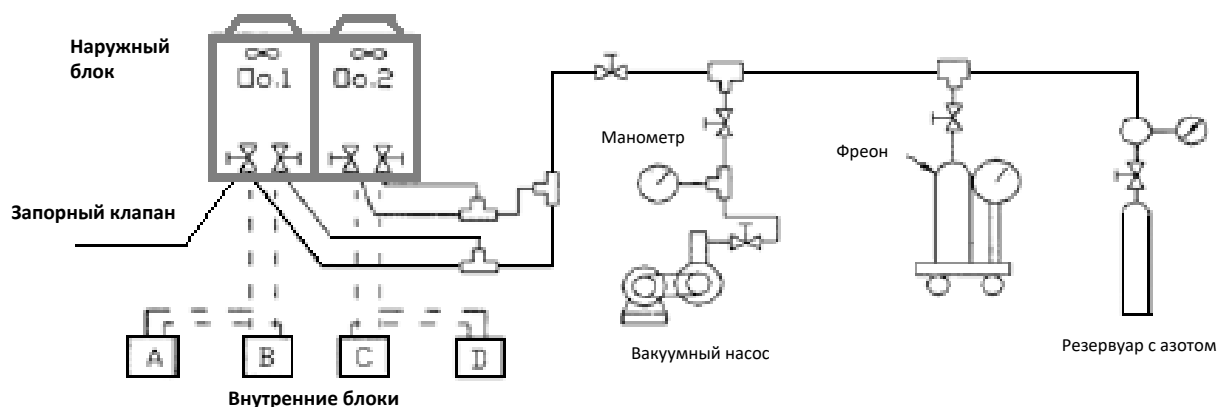

Рис.2.7- Схема подключений при проверке на герметичность
- Подсоедините шланги манометрического коллектора к портам газовой и жидкостной трубы (см.рис.2.7); вакуумируйте систему не менее 2-х часов;
- Подсоедините шланги манометрического коллектора к портам газовой и жидкостной трубы (см.рис.2.7).